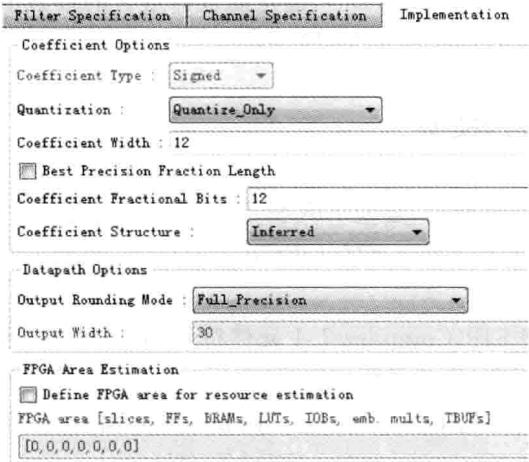

图 6.46 FIR 滤波器参数配置界面
(1) 在 Simulink Library Brower 的 Libraries 窗口下,找到并展开 Xilinx Blockset。在展开项中,选择并单击 DSP。
(2) 在右侧窗口找到 FIR Compiler 7.1 元件符号,并将其添加到设计界面中。
(3) 双击 FIR 元件符号,打开参数配置界面:
① 在如图 6.46(a)所示的 Filter Specification 标签界面内,按如下设置参数:
② 在如图 6.46(b)所示的 Filter Specification 标签窗口内,按如下设置参数:
③ 在如图 6.46(c)所示的 Implementation 标签窗口内,按如下设置参数: